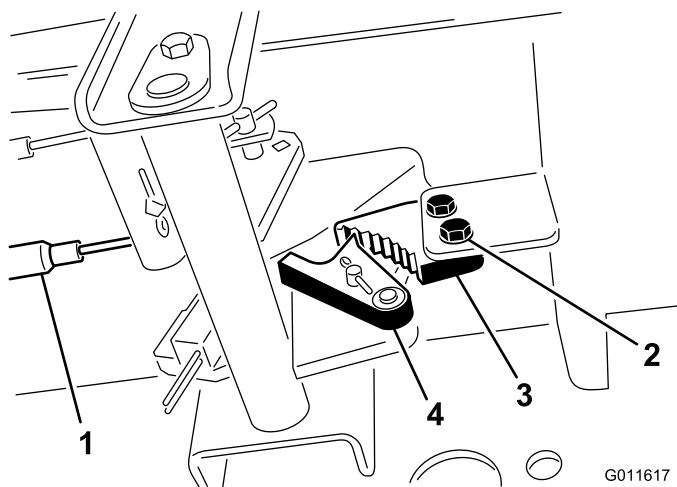

Figura 66
1. Afloje los 2 tornillos que fijan el trinquete del freno de estacionamiento al bastidor (Figura 66).
2. Pise el pedal del freno de estacionamiento hacia adelante hasta que la uña se engancha a fondo en el trinquete del freno (Figura 66).